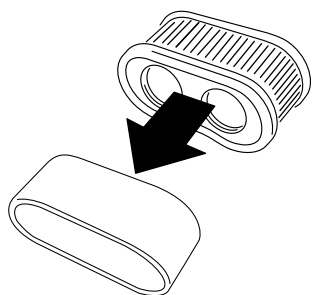

Figura 34
5. Separe el elemento de gomaespuma del elemento de papel (Figura 34).